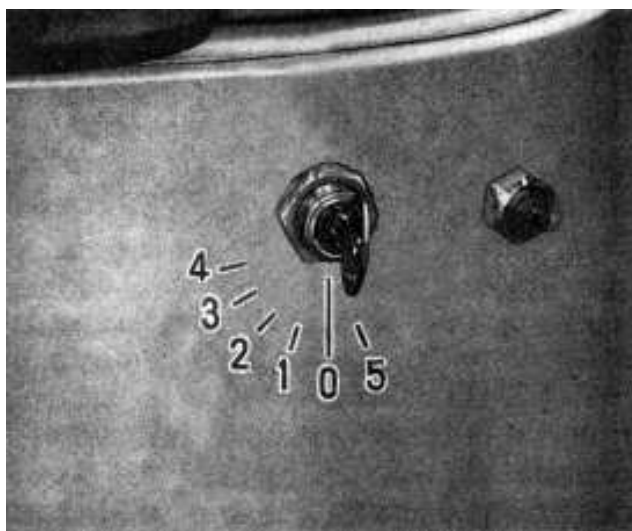

Bild 5. Strömlåset
23. Strömlås, se bild 5
4. Sätt nyckeln i strömlåset och vrid den till läge 1, bild 5.
När motorn går lämna strömlåsnyckeln i något av de fyra första lägena se bild 5. Denna åtgärd möjliggör laddning av ackumulatorn samt bränslemätarens och indikatorernas funktion.